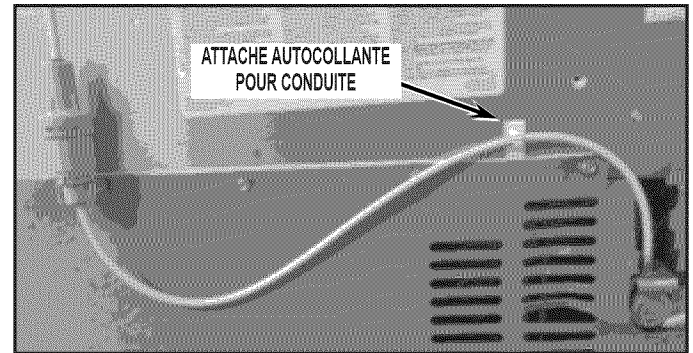

FIGURE 6
- Le cas échéant, coller les deux attaches autocollantes pour maintenir la conduite d'arrivée d'eau du domicile et éviter son pincement. Voir la *Figure 6*.